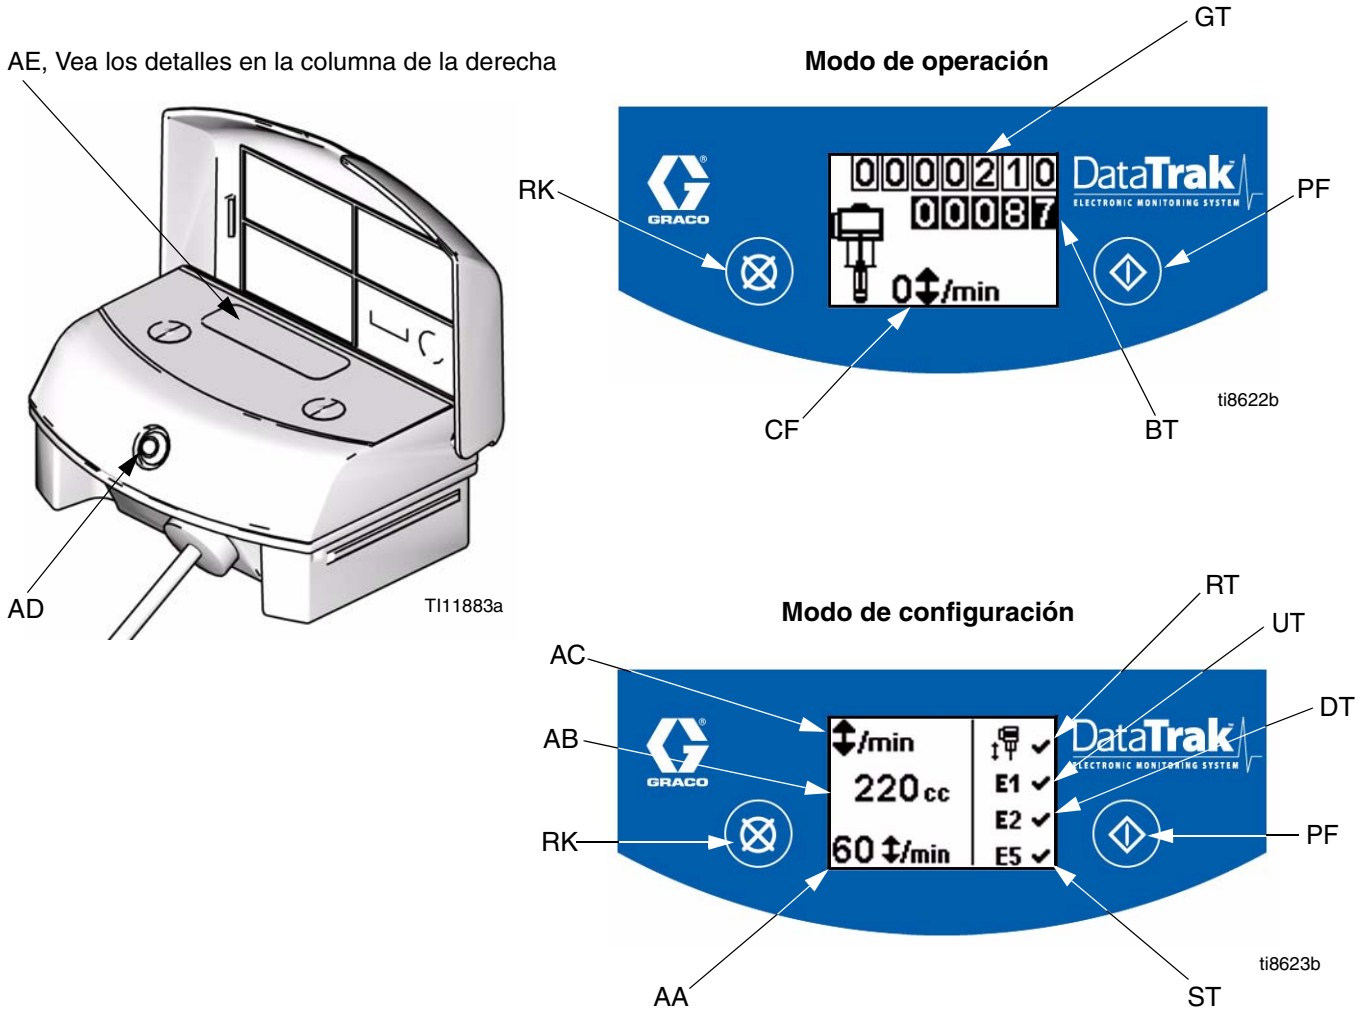

FIG.7. Controles e indicadores del módulo DataTrak
Leyenda para FIG.7
1. Vea FIG.7. Pulse y mantenga pulsado  durante 5 segundos hasta que aparezca el menú Configuración.
NOTA: Cuando se produce un embalamiento, se activan las opciones de error E1, E2, y E5, en la pantalla de configuración aparecerá una ✓. Vea FIG.7.
1. Vea FIG.7. Si se produce el embalamiento de la bomba, se accionará el solenoide de antiembalamiento y detendrá la bomba. El LED (AD) parpadeará y la pantalla (AE) indicará un estado de embalamiento (vea Tabla 1). La pantalla pasará por seis pantallas de instrucciones.
5. Abra la válvula de aire maestra (E) para volver a poner en marcha la bomba.
(RT) hasta la posición apagada  (vea FIG.7).
1. Vea FIG.7. Para acceder al modo Cebbar/Lavar, pulse cualquier tecla para activar la pantalla, y después pulse  Aparecerá el símbolo Cebbar/Lavar en la
Vea FIG.7. El último dígito del totalizador de lotes (BT) representa las décimas de galones o de litros. Para reponer a cero el totalizador, pulse cualquier tecla para activar la pantalla y después pulse y mantenga pulsado
Vea FIG.7. La pantalla (AE) se apagará después de 1 minuto de inactividad en modo Ejecución o 3 minutos en modo Configuración. Pulse cualquier tecla para activarlo de nuevo.
El módulo DataTrak puede diagnosticar diversos problemas con la bomba. Cuando el monitor detecta un problema, el LED (AD, FIG.7) parpadeará y aparecerá un código de diagnóstico en la pantalla. Vea Tabla 1.